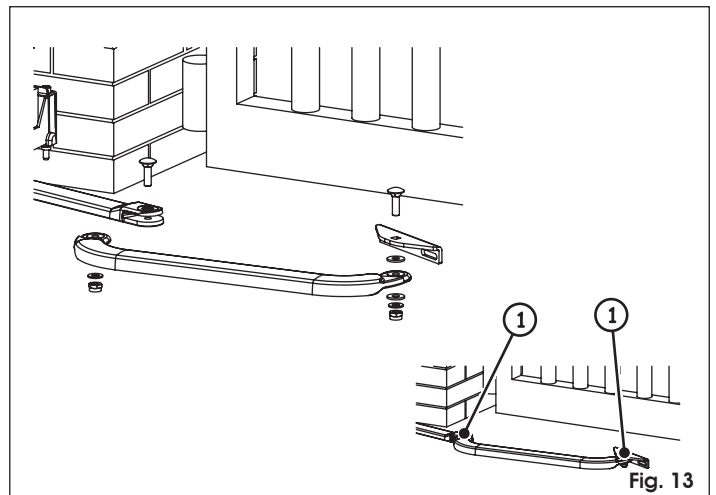

Fig. 13
7. Assembler le reste du bras d'après la Fig. 13.